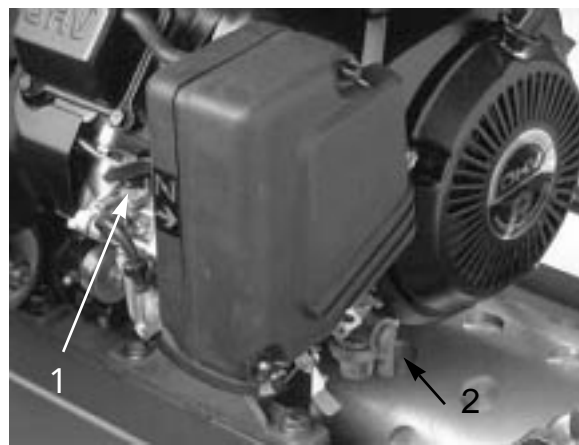

図 22
### チョーク・レバー（図22）
### 燃料バルブ（図22）
- 2 . 燃料バルブ（図22）を開く。
- 5 . エンジンが冷えている場合はチョーク（図22）を半開きとする。